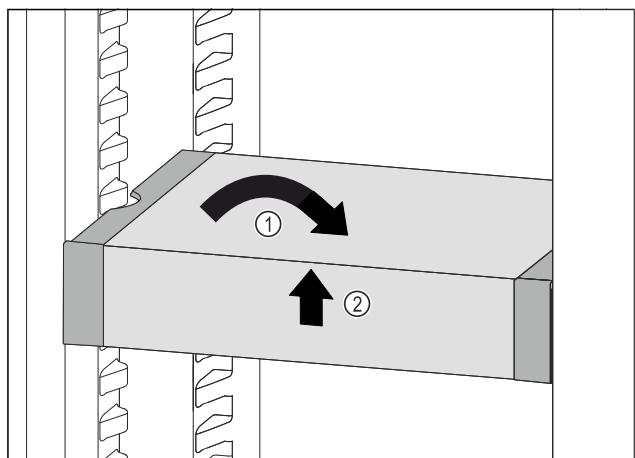

Fig. 136
- VarioSafe gerade stellen. *Fig. 136 (1)*
- VarioSafe vorne anheben. *Fig. 136 (2)*